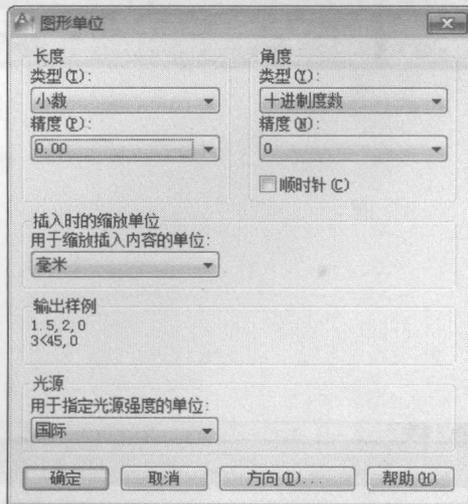

图 1-3 “图形单位”对话框
(2) 设置图形单位。单击“格式”|“单位”命令，打开“图形单位”对话框，如图 1-3 所示，分别在“长度”和“角度”选项组中选择合适的精度要求。